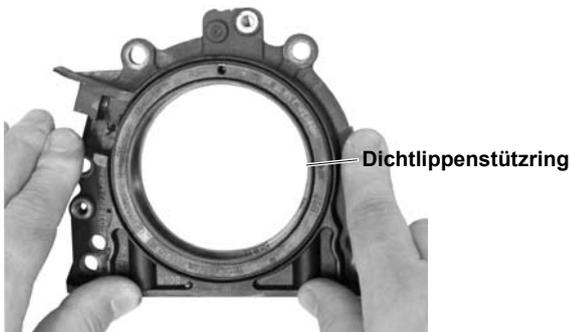

Abb. 5: Distanzbolzen und Gewindestift in Druckplatte einschrauben
4. Druckplatte **Pos 3** wie in **Abb. 5** gezeigt vorbereiten. Distanzbolzen **Pos. 3b** ganz in die Druckplatte **Pos 3** einschrauben.
Hinweis: In **Abb. 5** ist die Position des Gewindestiftes **Pos. 3d** für die 12-Uhr-Position im Geberrad gezeigt. Ist die Fixierbohrung im Geberrad auf 5-Uhr-Position so ist der Gewindestift **Pos. 3d** in die entsprechende Position der Druckplatte **Pos. 3** einzuschrauben.